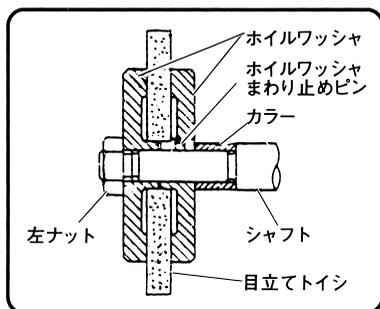

図20
(1) 目立てトイシ取付けの際は、カラーをシャフトに挿入してからホイルワッシャ、目立てトイシを取付けてください。(図20)
(2) カラー挿入後、必ずホイルワッシャまわり止めピンをシャフトの穴に取付けてください。(図20)